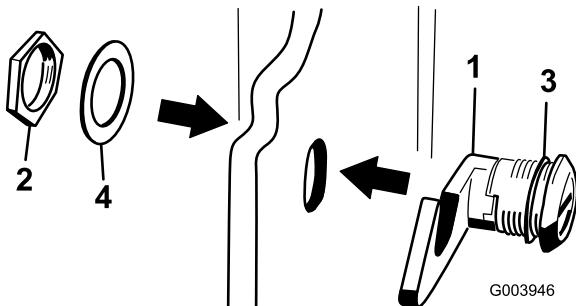

Figura 16
- Retire la tuerca del conjunto de cierre del capó (Figura 16).
- Desde fuera del capó introduzca el enganche del cierre a través del taladro del capó. Asegúrese de que la junta de goma quede en el exterior del capó (Figura 16).